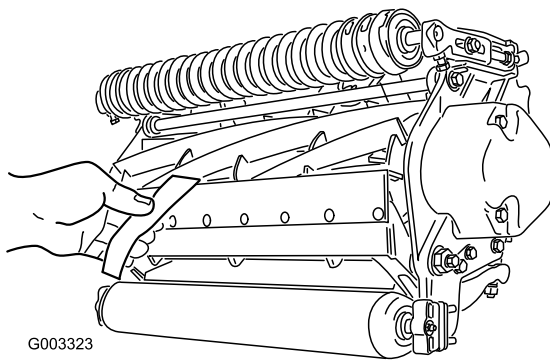

図 9
3. リール前面の左右いずれかの端を選び、リールと下刃の間に新聞紙片を差し入れる（図 9）。リールをゆっくり前回転させながら下刃調整ネジ（図 8）を締め（新聞紙を入れた側の調整ネジを、1目盛りずつゆっくりと）、新聞紙を前から（ベッドナイフの上面に平行に）入れると軽く挟まれる程度に調整する。新聞紙を引き抜くのに軽い力が必要な程度でよい。
5. 両側の調整ができれば最終確認を行う：紙片をリールの前から差し込んだ時にははさむだけ、下から差し込むと切れるのが正しい調整である（図 9）。リールと下刃のごくわずかの接触で紙が切れなければいけない。接触を強くしないと切れない（リールが新聞紙を強く挟み込まないと切れない）場合には、鋭利な刃先を取り戻して精密なカットができるようにバックラップか研磨を行うことが必要である（Toroリール・モアとロータリー・モアのための研磨マニュアル Form No. 80-300PT を参照）。